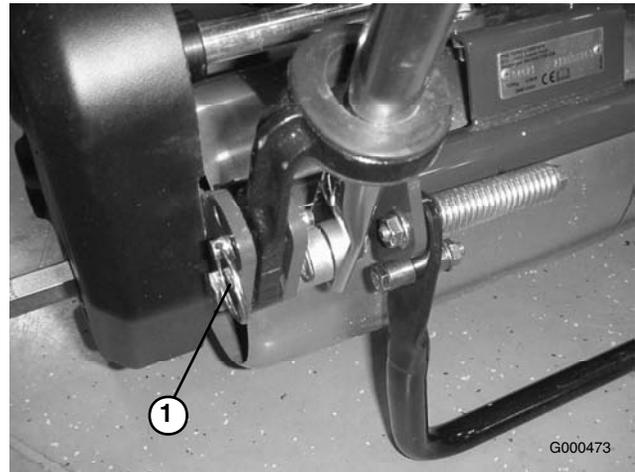

Bild 6
1. Nehmen Sie auf jeder Seite des Rasenmähers die Splints von den Ringstiften ab (Bild 6).
2. Stützen Sie den Griff ab. Nehmen Sie die Ringstifte auf jeder Seite ab. Lassen Sie den Griff auf die gewünschte Position ab oder heben Sie ihn an (Bild 6).